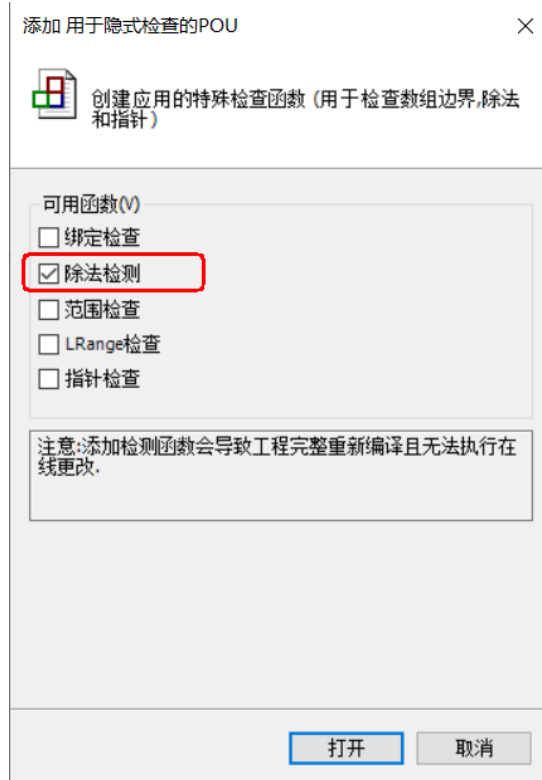
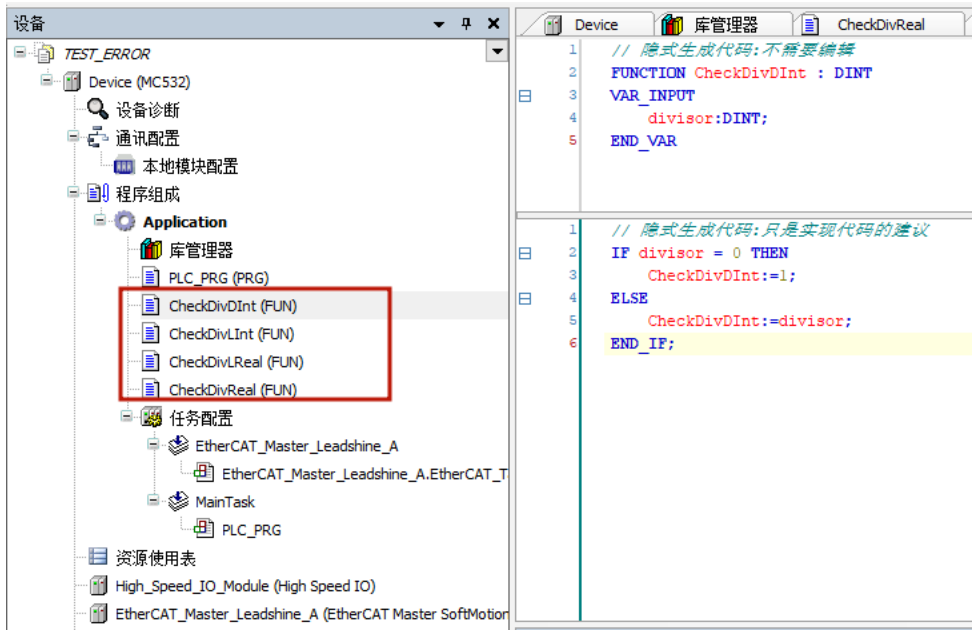

图 14.21 勾选“除法检测”
图 14.22 添加的 4 个“除法检测”函数
- 2) 在弹出界面勾选“除法检测”，点击“打开”，成功添加 4 个函数，如图 14.21 和图 14.22 所示；